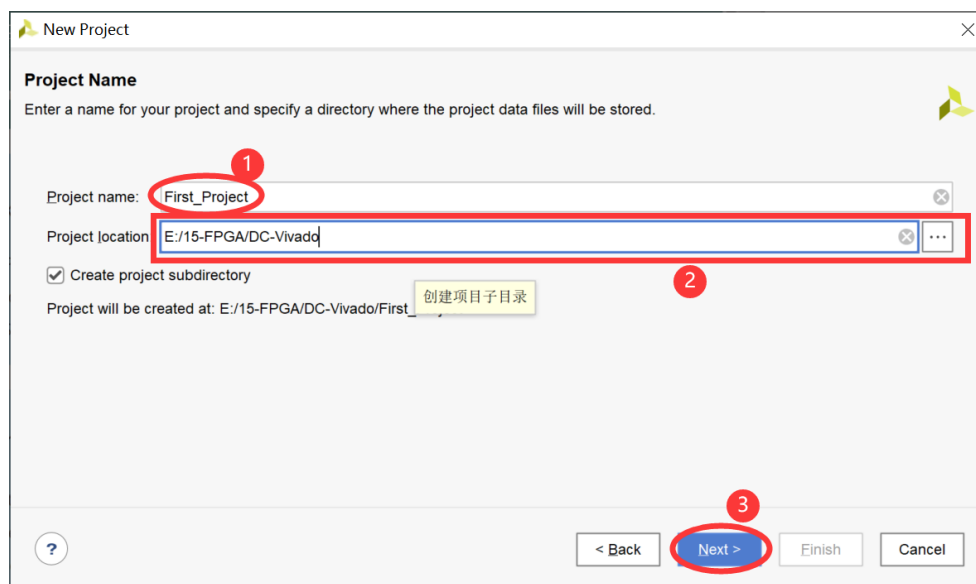

图3.3 指定新工程名称和路径
(2) **指定工程名称和路径。**在弹出的对话框中，“Project name”中输入工程名称，这里假设为“First_Project”；然后选择新建工程所在的路径（可以点击右边的“...”按钮浏览选择）；最后点击“Next”进行下一步，如图 3.3 所示。注意：文件目录的路径上不能有中文字符。